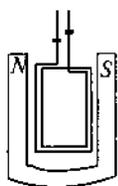

图 15.2-2
**【讨论】** 如图 15.2-2 所示,使线圈通电,可以看到线圈绕竖直轴转动;但当线圈平面转到垂直磁感应线方向时,左右摆动几下就停下了。怎样才能使线圈持续不停地转动下去呢?解决问题的关键在换向器。换向器是由两个彼此绝缘的金属半环组成的。